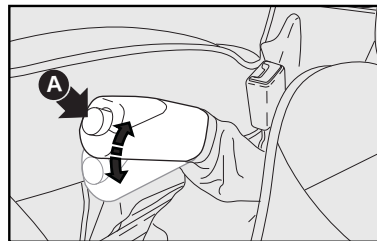

fig. 1
FRENO DE ESTACIONAMIENTO fig. 1
- 1) Levante un poco la palanca y presione el botón **A-fig. 1**.